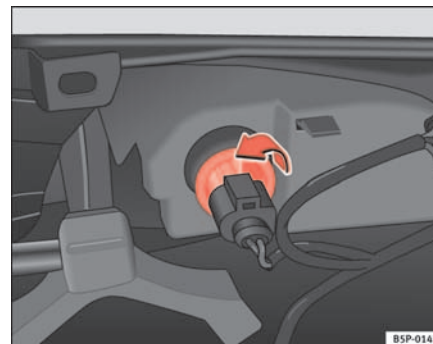

Fig. 185 Farolim pelo lado interior do pára-choques
- Rodar o porta-lâmpadas para a esquerda e extraí-lo no sentido da seta ⇒ fig. 185.